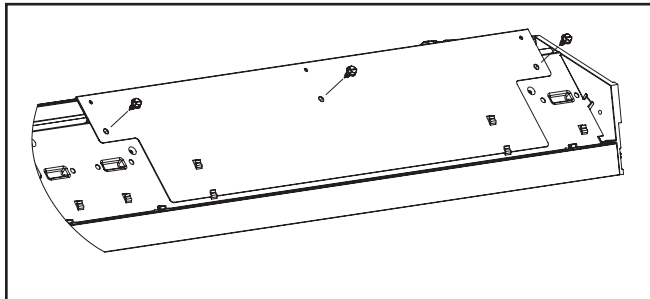

Figura 3.
3. Monte el montaje de superficie sobre el soporte de montaje del controlador usando tres tornillos (Figura 3).